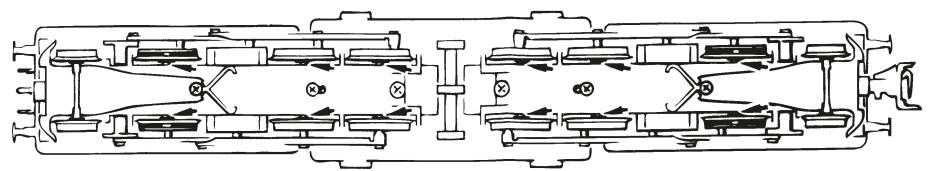

Fig. 8
1. Reinigung der Radstromkontakte: Radstromkontakte können auf unsauberen Schienen leicht verschmutzen. Entfernen Sie **vorsichtig** mit einem kleinen Pinsel **den Schmutz** an den in Fig. 8 gekennzeichneten Stellen.
1. Cleaning of wheel contacts: Wheel contacts easily get dirty on tracks which are not entirely clean. Use a small brush to **remove dirt** from spots marked in fig. 8.
1. Nettoyage des lames de courant aux roues: Les lames de contacts risquent de s'enclaver rapidement sur des voies poussiéreuses. Veuillez **enlever la poussière** aux endroits marqués à la fig. 8 à l'aide d'un petit pinceau souple.